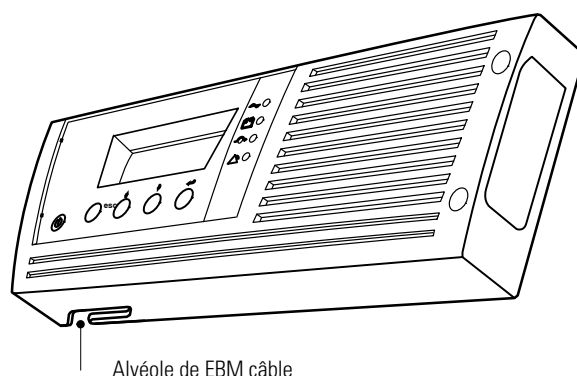

Figure 11. Retrait de la EBM débouchure pour câble
1. Sur le bas du couvercle droit de l'onduleur, retirez la EBM débouchure pour câble (voir Figure 11).